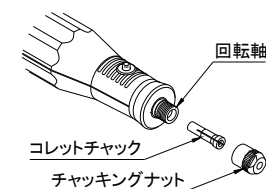

図 6
1. チャッキングナットをゆるめ、取り外します。そのまま、 $\phi 2.34\text{mm}$ 用コレットチャックを回転軸より取り外します。(図6)